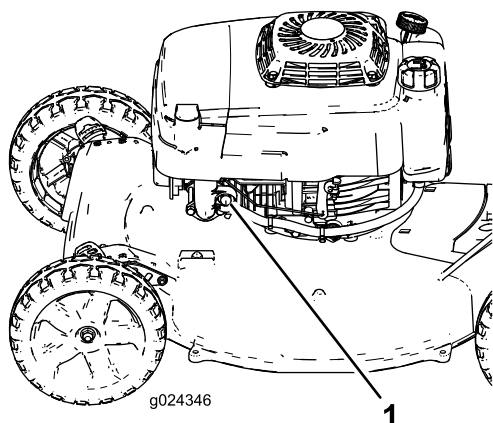

Figura 15
2. Empurre o êmbolo (Figura 15) que prende a lâmpada com firmeza durante um segundo.